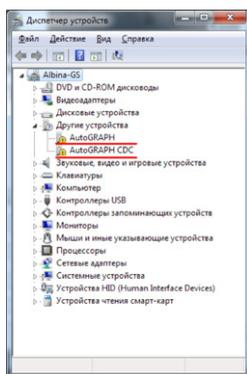

Рис.1
- Система автоматически найдет новое оборудование (рис.1).